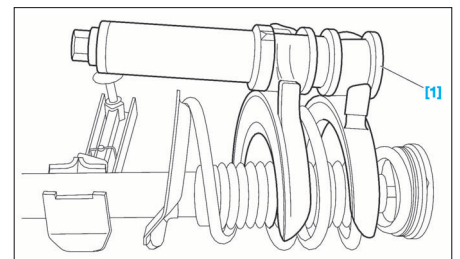

FIG. 13
[1]. Compresseur de ressort (ex : Facom U77) (Fig.13)
- Placer l'élément de suspension dans un étau muni de mordaches (Fig.13).